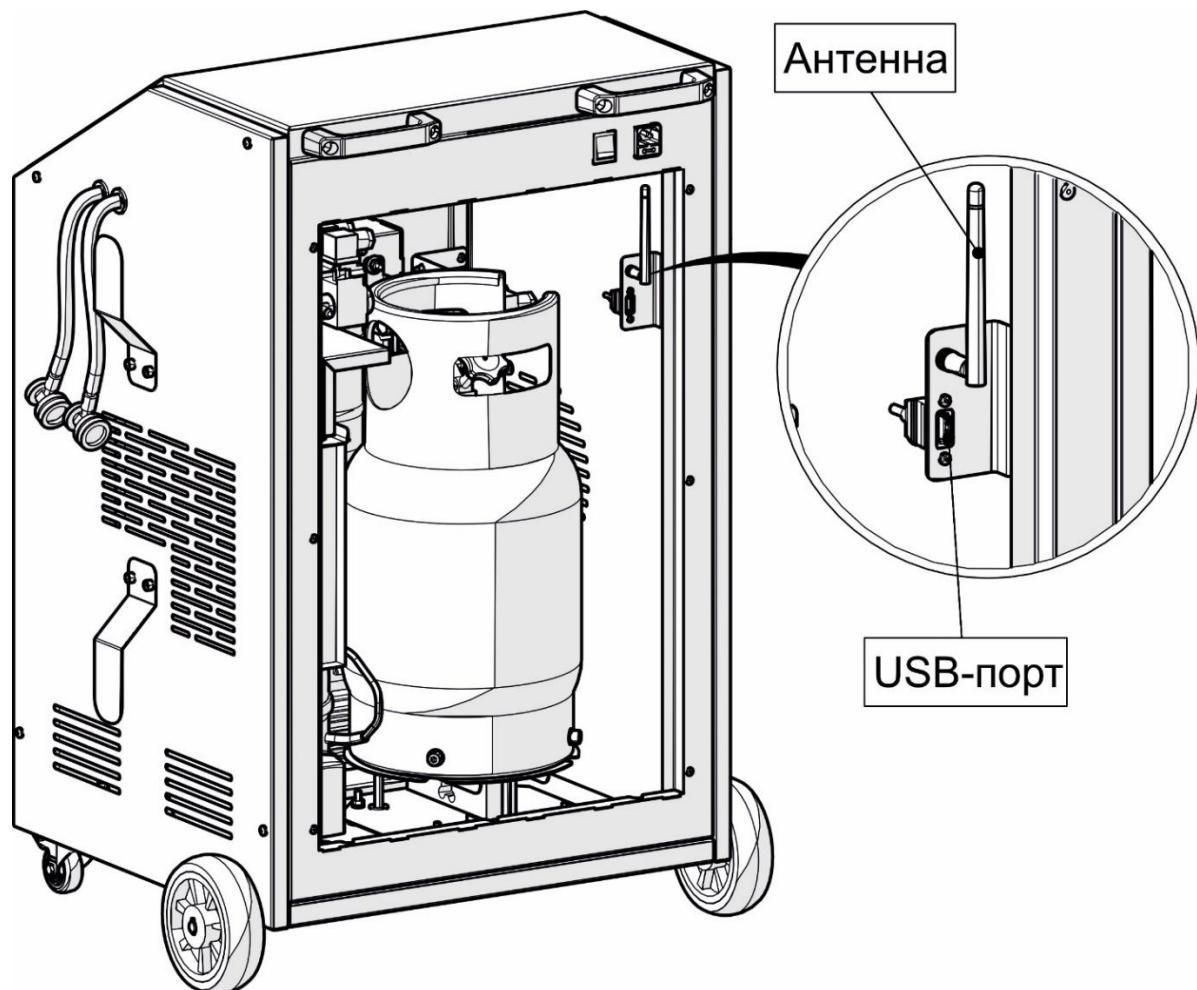

Рис. 7 Узел коммутации
9.2.1. Откройте заднюю дверцу для лучшего приема сигнала сети. Узел коммутации имеет приемную антенну (см. рис.7)
1. Скачать с сайта производителя файл прошивки и загрузить его через USB-порт (см. рис.7).
Для обновления понадобится USB Flash со свободным объемом памяти не менее 100 Мб, FAT32. Файл прошивки необходимо скопировать в корневую директорию USB Flash. Подключите USB Flash к установке через USB порт (рис.7) и запустите операцию Обновление ПО.
1. Скачать с сайта производителя файл Базы Данных и загрузить его через USB-порт (см. рис.7).
Для обновления понадобится USB Flash со свободным объемом памяти не менее 100 Мб, FAT32. Файл прошивки необходимо скопировать в корневую директорию USB Flash. Подключите USB Flash к установке через USB порт (рис.7) и запустите операцию Обновление БД.